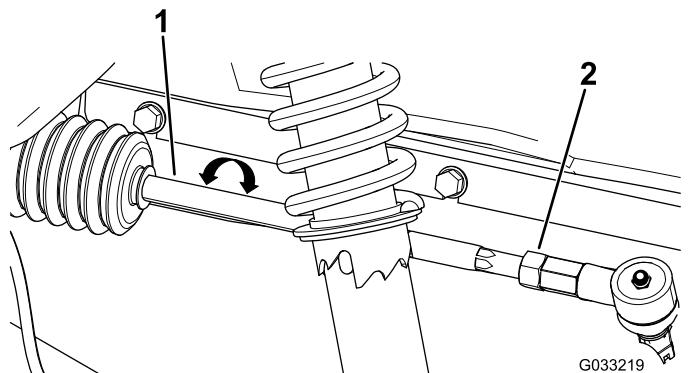

Рисунок 56
- Если измеренное значение выходит за пределы 0–6 мм, ослабьте контргайки с обоих концов тяг (Рисунок 56).